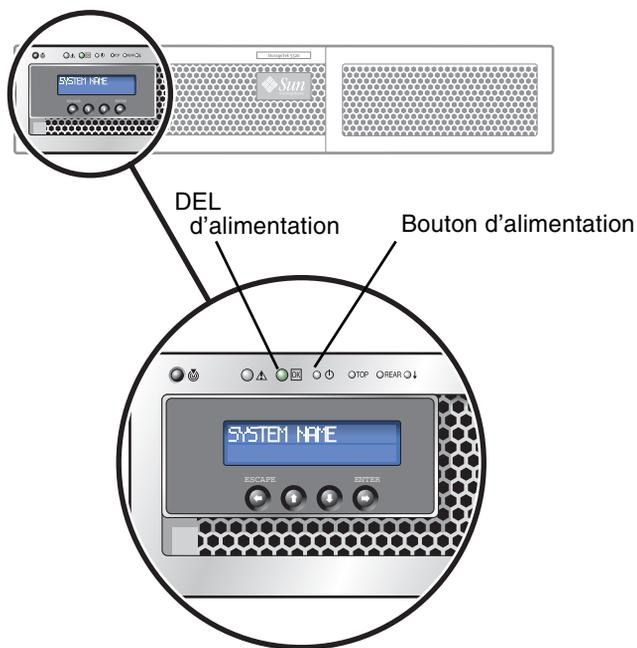

FIGURE 4-10 Bouton d'alimentation et autres composants du tableau de bord
6. Mettez sous tension le serveur H1 (numéro de série logiciel se terminant par « -H1 ») en utilisant la pointe d'un stylo ou un outil similaire pour appuyer sur le bouton Alimentation en creux (FIGURE 4-10).
10. Mettez sous tension le serveur H1 (numéro de série logiciel se terminant par « -H1 ») en utilisant la pointe d'un stylo ou un outil similaire pour appuyer sur le bouton Alimentation en creux. La FIGURE 4-10 présente une illustration détaillée du tableau de bord.
8. Mettez sous tension le serveur H1 (numéro de série logiciel se terminant par « -H1 ») en utilisant la pointe d'un stylo ou un outil similaire pour appuyer sur le bouton Alimentation en creux. La FIGURE 4-10 présente une illustration détaillée du tableau de bord.